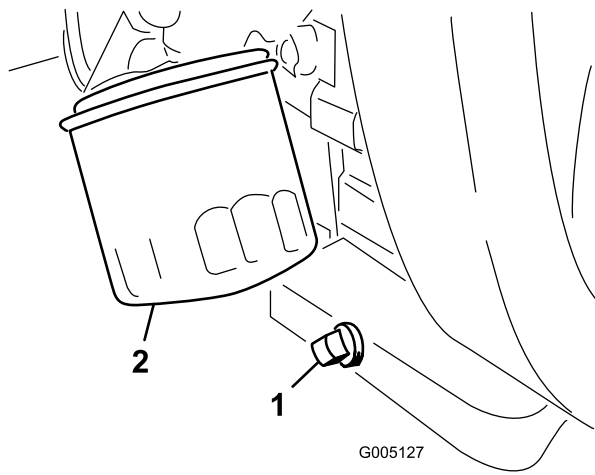

Bild 42
1. Entfernen Sie die Ablassschraube (Bild 42) und lassen Sie das Öl in die Auffangwanne ab. Schrauben Sie die Ablassschraube wieder ein, nachdem das Öl abgelassen ist.
2. Entfernen Sie den Ölfilter (Bild 42).